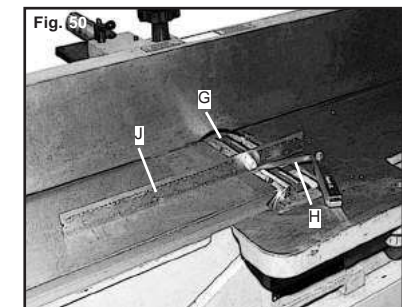

Fig. 50
- Gire cuidadosamente el cabezal de corte (G) Fig.50 manualmente hasta que la parte redonda del cabezal de corte esté en la posición superior como se muestra.
- Coloque un calibrador de 1,52 mm (0,060") (H) Fig. 50 sobre el cabezal de corte y usando un regla (J) sobre la mesa de salida, ajuste la altura de la mesa de salida hasta que esté a 1,52 mm (0,060") arriba del diámetro del cabezal de corte como se muestra.
- Asegure la mesa de salida en su posición y retire el calibrador (H).
- Baje la mesa de alimentación y colóque una regla (J) Fig. 50 sobre la mesa de salida extendiéndola sobre el cabezal de corte como se muestra.